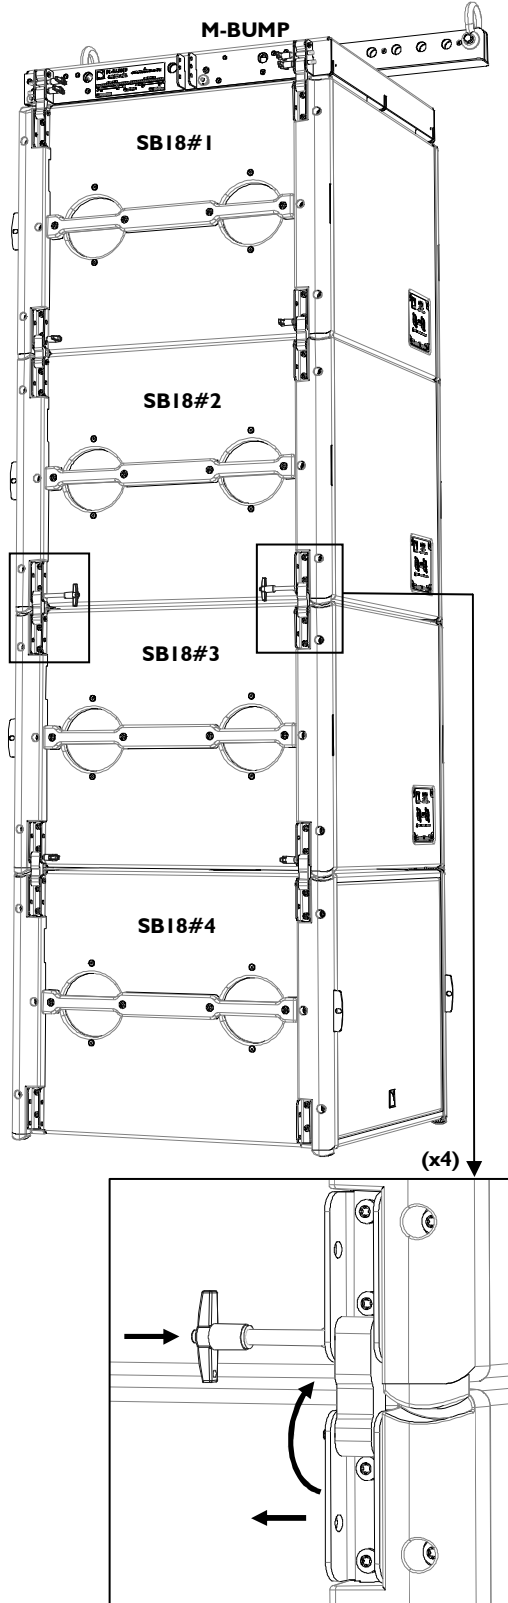

Figure 30 : Ajout de deux SB18 à la ligne (exemple de configuration cardioïde)
Orienter tous les SB18 de la ligne vers l'audience pour obtenir un champ acoustique **omnidirectionnel** ou orienter un SB18 sur quatre vers l'arrière pour obtenir un champ acoustique **cardioïde** (consulter le **Manuel d'utilisation SB18** [3.4]). Par exemple, la Figure 30 présente une ligne SB18 cardioïde.
9. Attacher le SB18#3 au SB18#2 comme suit (voir aussi la Figure 30) :